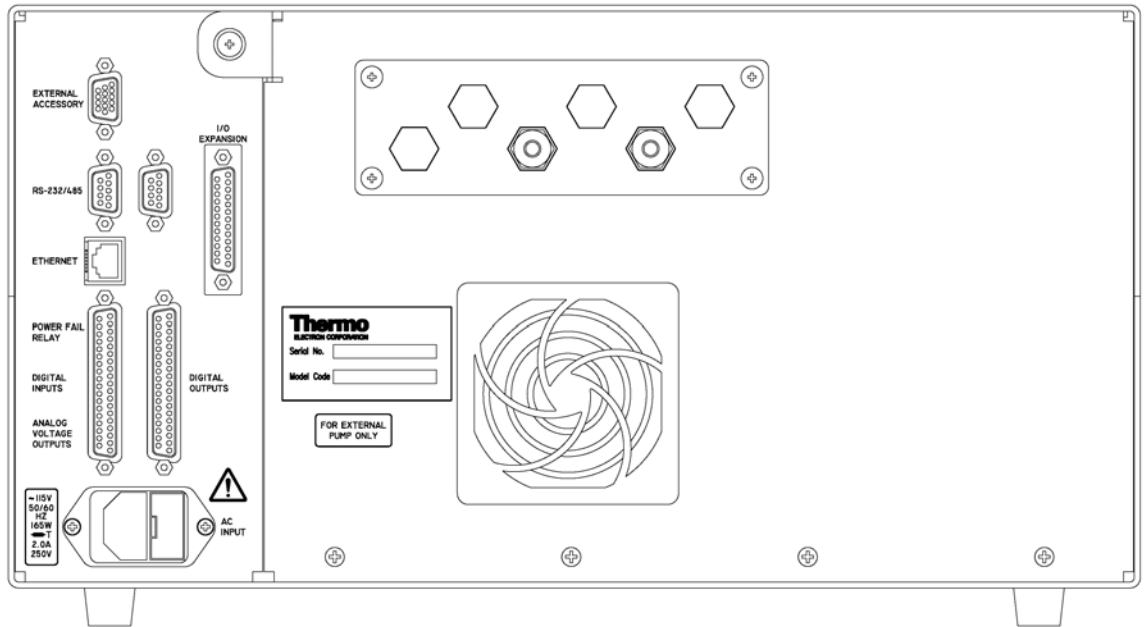

Abb. 2-3. Modell 43i - Rückseite des Gerätes
1. Schließen Sie die Probenahmeleitung an den mit dem Wort SAMPLE gekennzeichnete Schottverschraubung auf der Rückseite des Geräts an (Abb. 2-3). Vergewissern Sie sich dabei, daß die Probenahmeleitung nicht durch schmutzige, nasse oder inkompatible Materialien kontaminiert ist. Alle Rohrleitungen / Schläuche sollten aus FEP Teflon®, 316 rostfreiem Stahl, Borsilikatglas oder aus ähnlichem Material bestehen. Der Außendurchmesser sollte 1/4“ und der Innendurchmesser minimal 1/8“ betragen. Die Länge der Leitung sollte 3m nicht überschreiten.